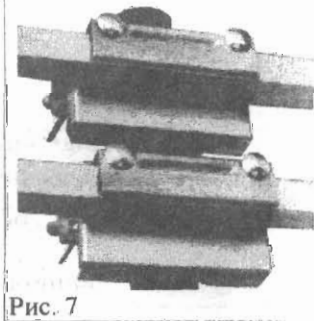

Рис. 7
- 6.9 Крепеж собранной антенны к мачте осуществляется в соответствии с Рис. 7.